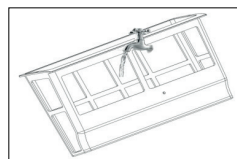

Figura 4
- Pulire entrambi i cestelli filtranti (vedi figura 4).